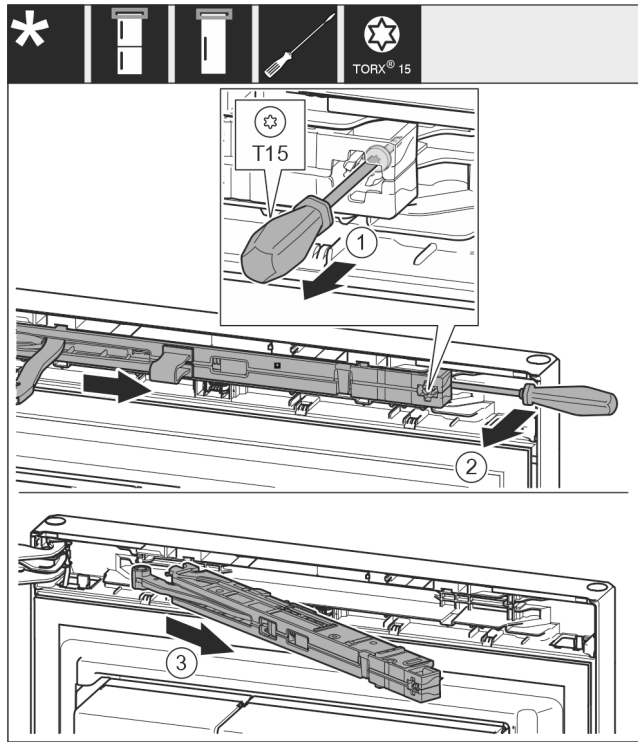

Fig. 8
- Avaa sulkuvaimenninyksikön ruuvia T15-ruuvimeisselillä noin 14 mm. Fig. 8 (1)
- Vie ruuvimeisseli kahvan puolella sulkuvaimenninyksikön taakse ja kierrä yksikköä eteenpäin. Fig. 8 (2)
- Vedä sulkuvaimenninyksikkö ulos. Fig. 8 (3)